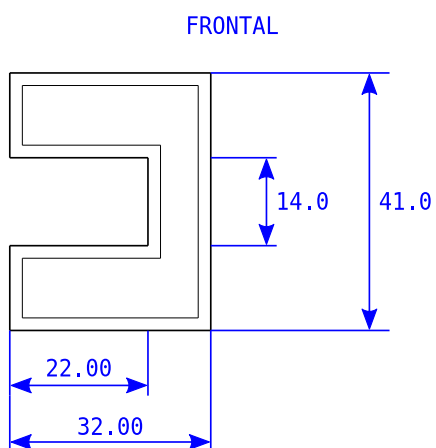

Figura 3: Datos de la pieza
- Dada la pieza de la figura 3, calcular la fórmula del área en función de sus parámetros.